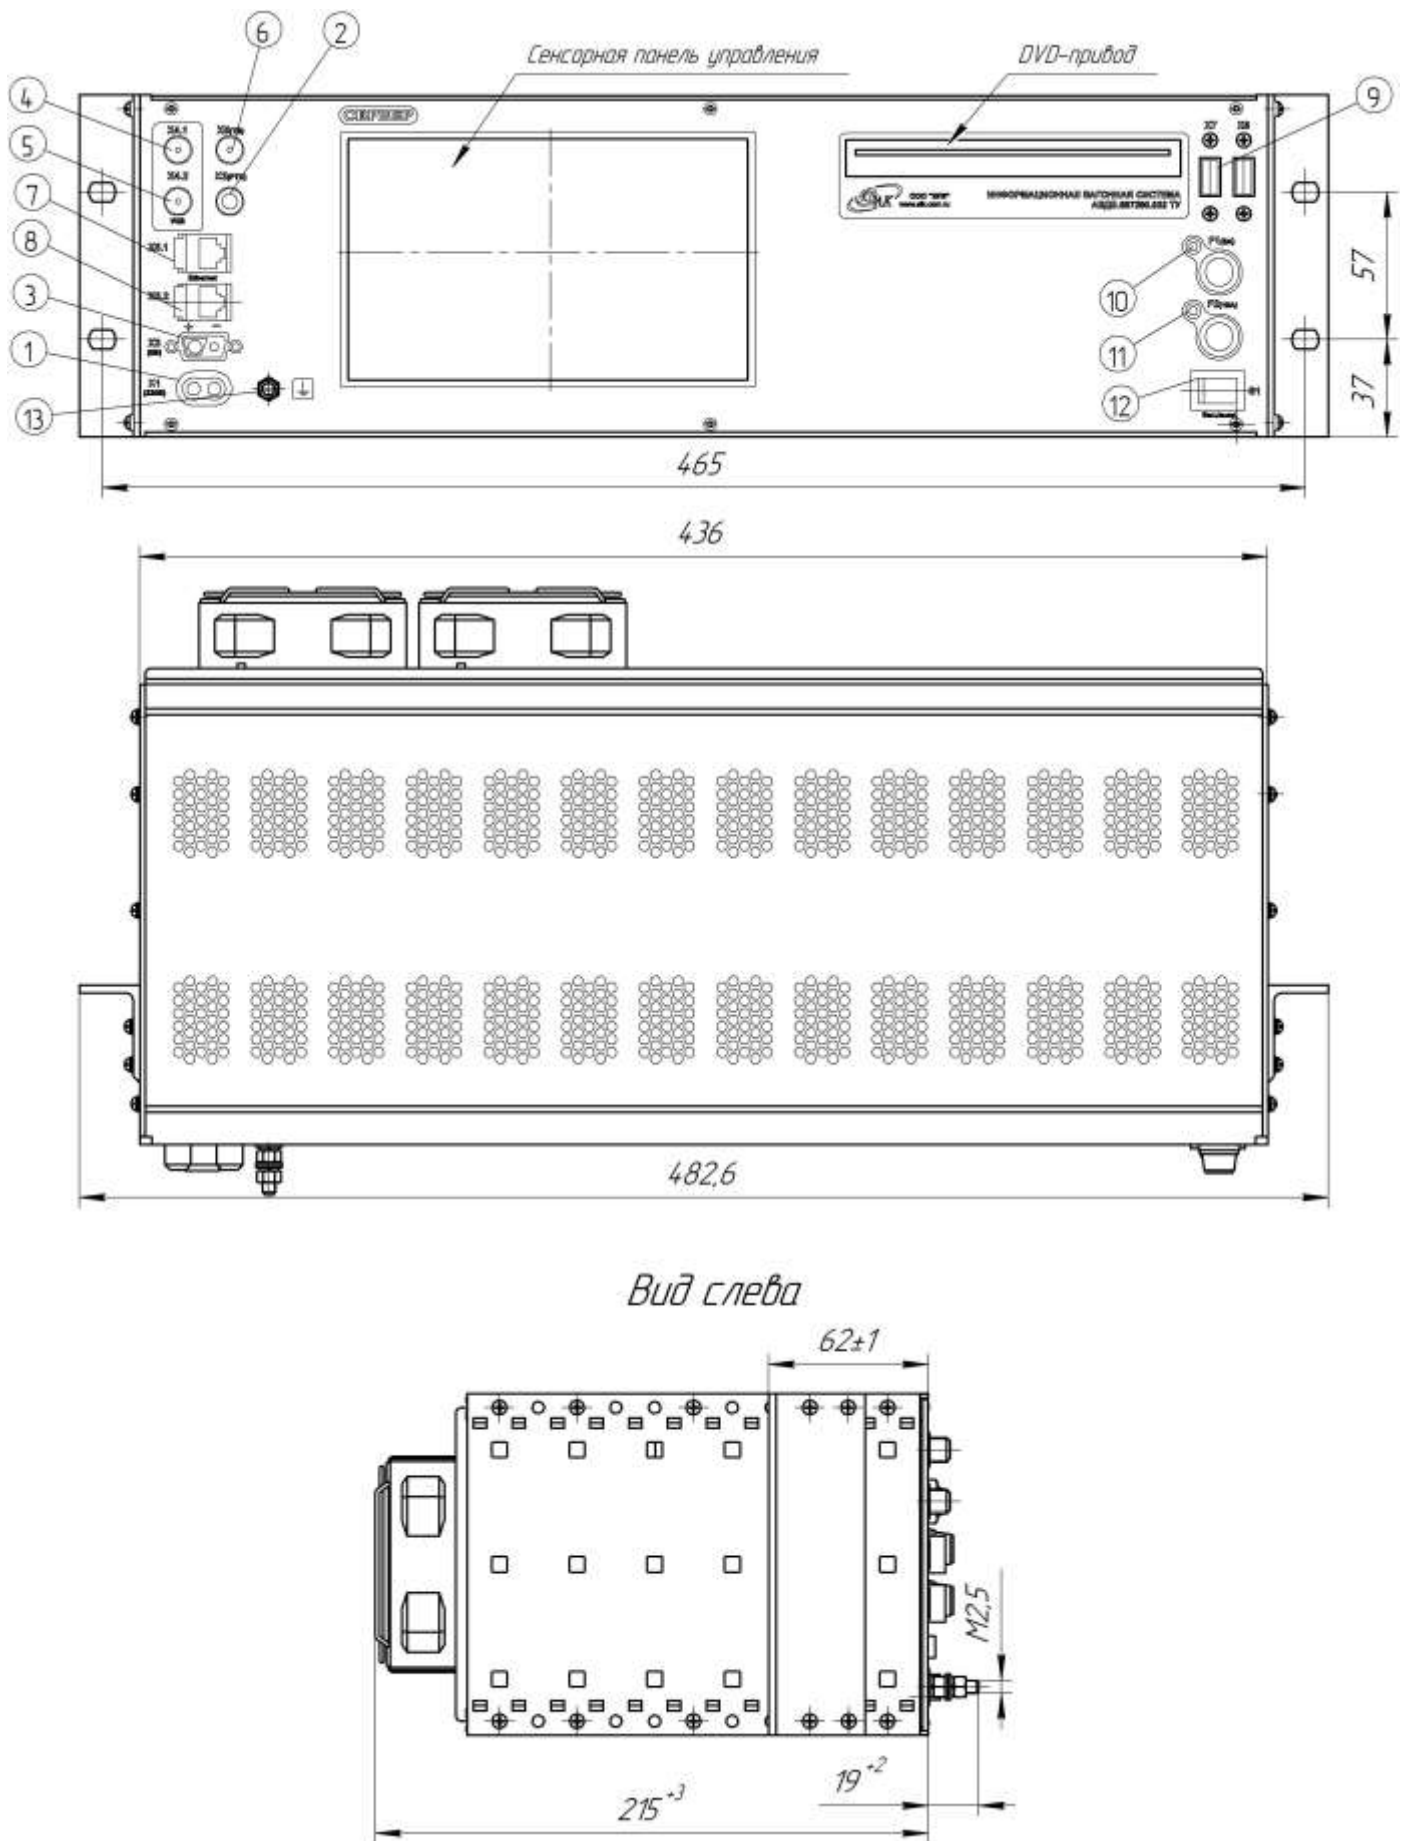

Рисунок 1- Внешний вид и габаритные размеры сервера-3.01
4.2.1 На лицевой панели сервера-3.01 расположены разъемы и кнопки: (см. рисунок 1):
Для корректного завершения работы сервера нажмите «Выключить». В течении не более 30 секунд монитор сервера погаснет, устройство выключится. Для отключения питания сервера нажмите кнопку S1 на передней панели сервера (рисунок 1).